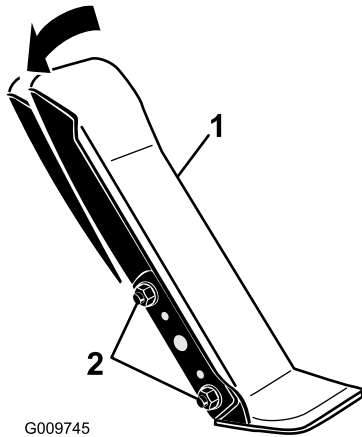

Figure 60
1. Desserrez les 2 écrous et boulons qui fixent le côté gauche de la pédale de déplacement au support (Figure 60).
2. Faites pivoter la pédale à l'angle voulu puis serrez les écrous (Figure 60).